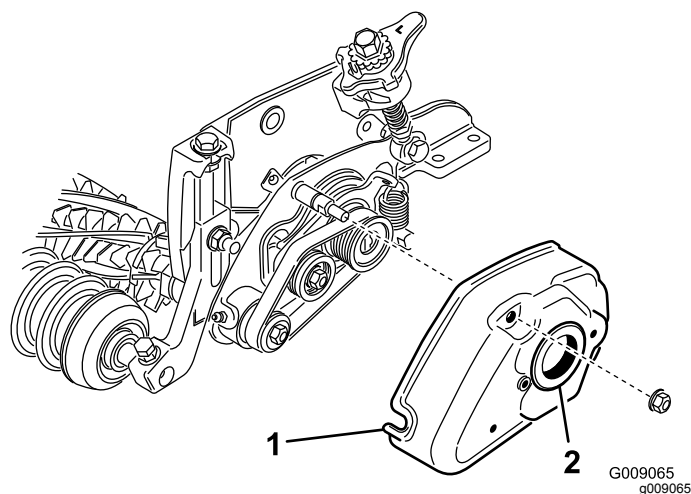

Figura 22
7. Instale la cubierta del groomer y fíjela con 2 tuercas con arandela prensada (5/16") (Figura 22).
8. Aplique una película de grasa al interior del anillo de goma de la cubierta del groomer (Figura 22).